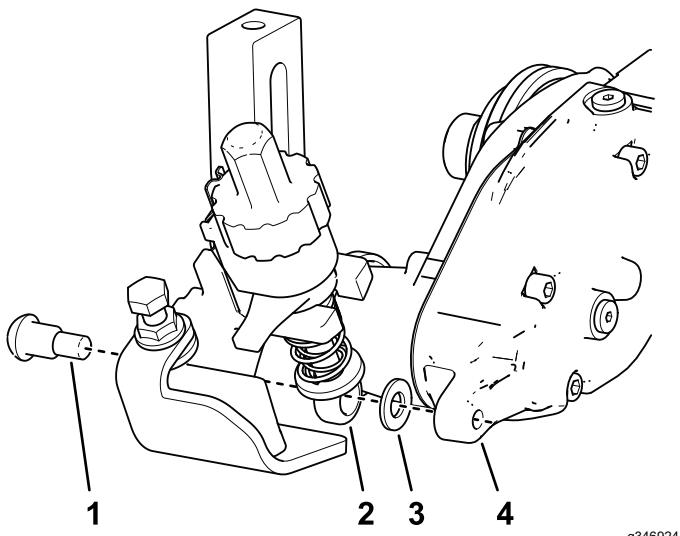

図 11
3. グルーマボックス側で、刈高ブラケットのアジャスタームをグルーマ駆動ボックスの内側にセットし、ショルダボルトと硬化ワッシャを使って図 11のように固定し、ショルダボルトを 16-22 Nm 1.7-2.2 kg/m = 12-16 ft-lb にトルク締めする。